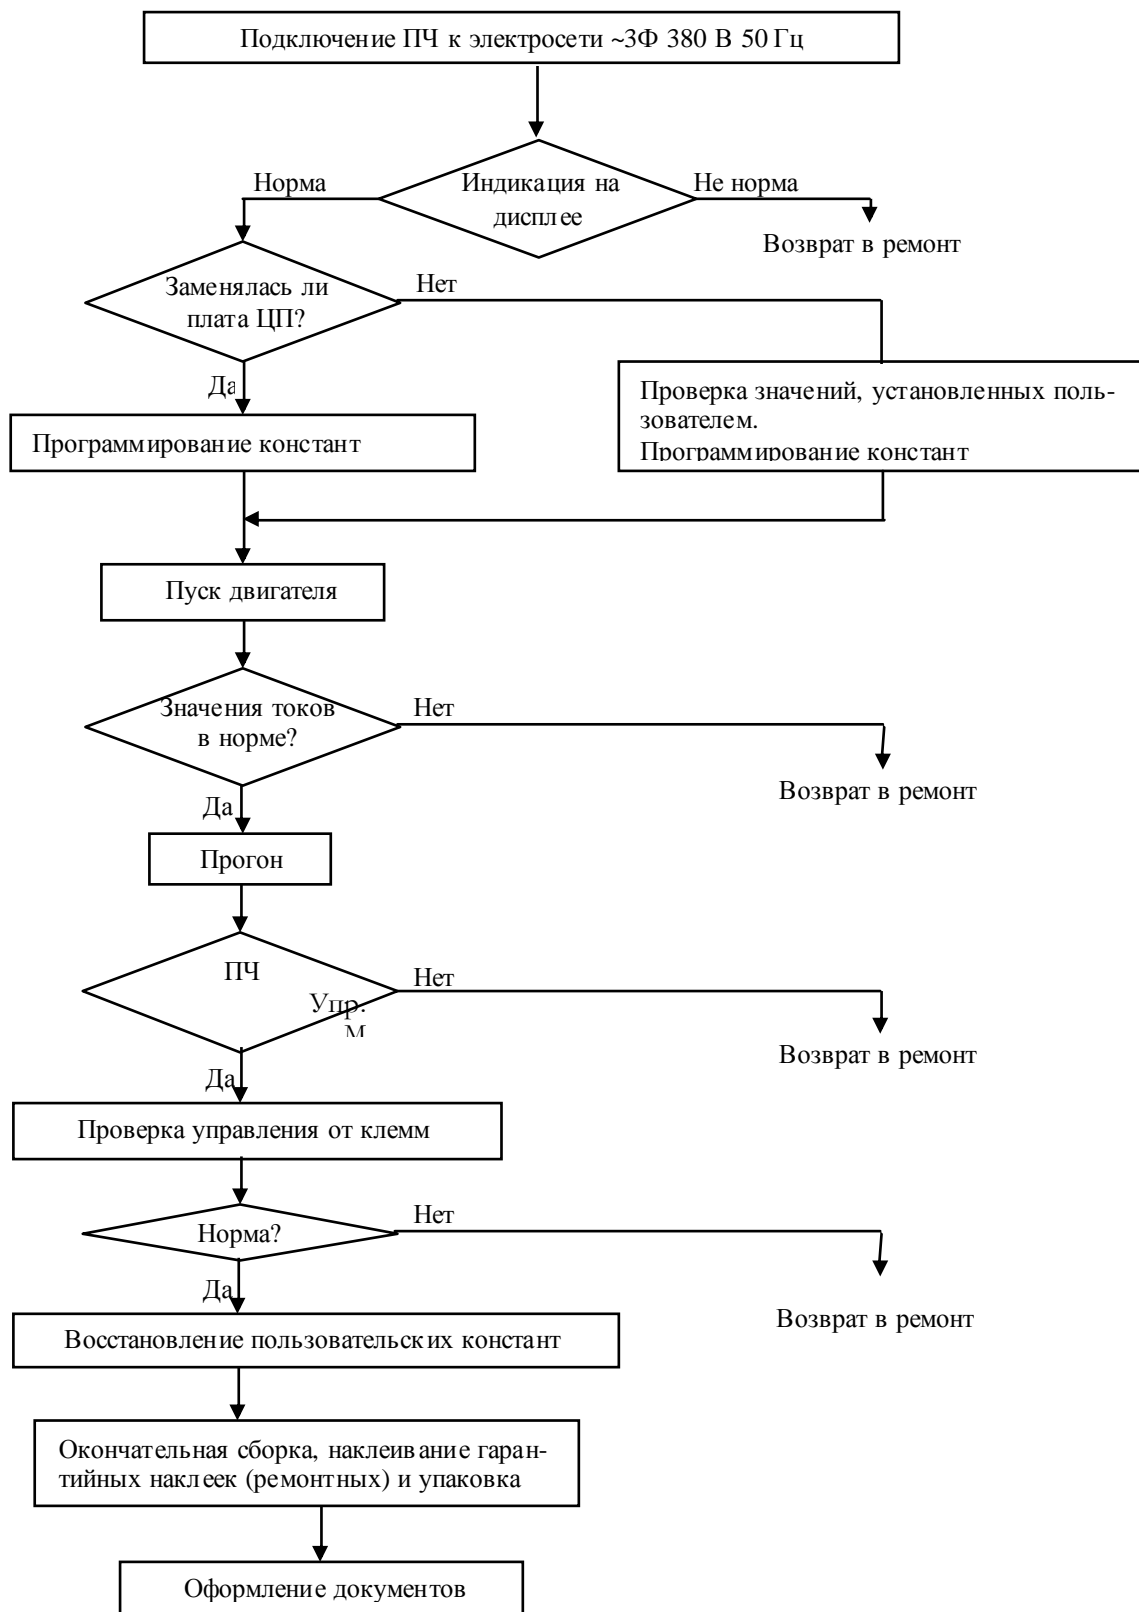

Рис. 8.1 Блок-схема выходного контроля
8.1 Блок-схема выходного контроля преобразователей частоты Е2-8300-060Н, -075Н приведена на рис.8.1.